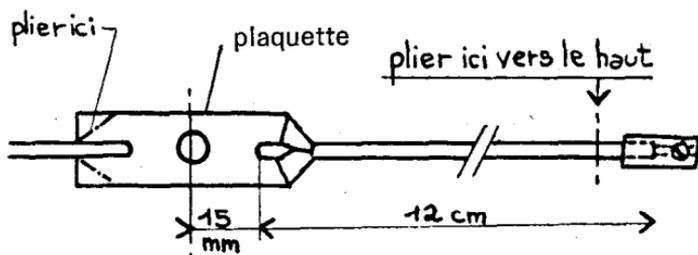

Fig. 19
* La plaquette de laiton sert à bloquer le porte-balais entre le bâti et l'axe des plateaux (fig. 19). Il sera donc réglable en rotation. Percer au centre de la plaquette un trou $\varnothing 6$ mm.
* Placer la tige de laiton (fig. 19) puis plier les coins de la plaquette pour la bloquer, puis souder ensemble.